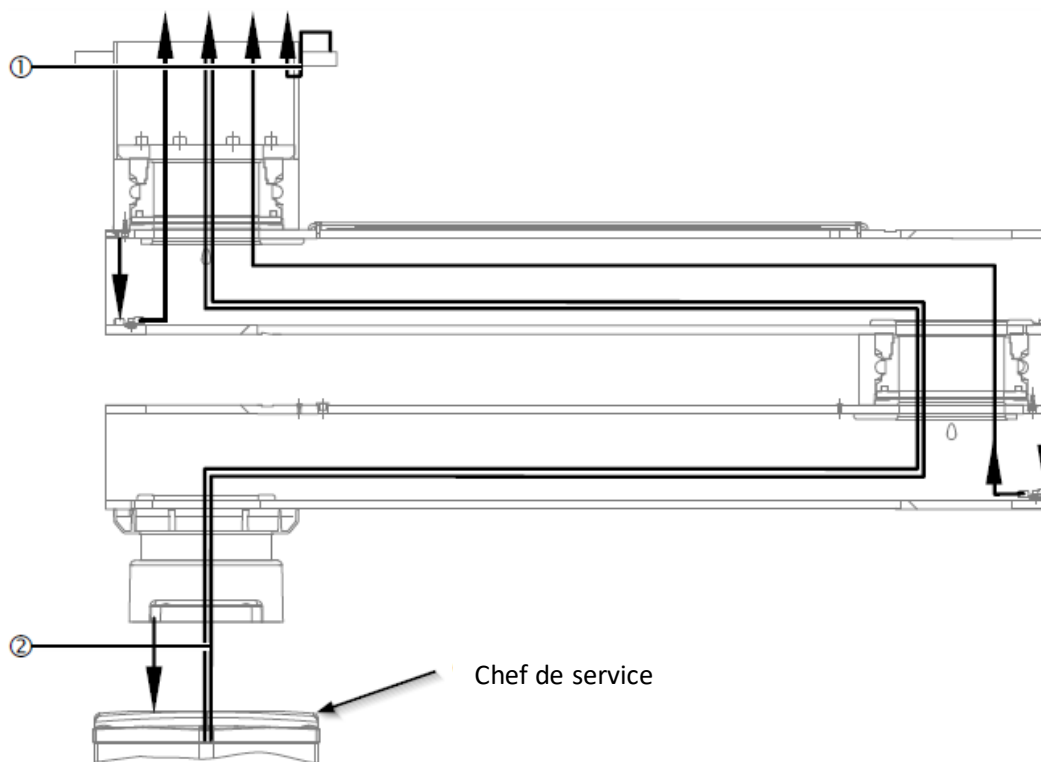

Fig. 21 Raccordement des câbles de mise à la terre
- Insérez les 4 vis à tête cylindrique M8 ① dans les 4 encoches prévues dans la partie supérieure de la tête de service.
- Pour chaque vis à tête cylindrique M8 ①, placer 1 rondelle de blocage S10 ② (comme illustré à la figure 21) de manière à ce que la rondelle plate soit placée entre le joint supérieur de la tête de service (à l'intérieur) et l'écrou hexagonal correspondant ③.